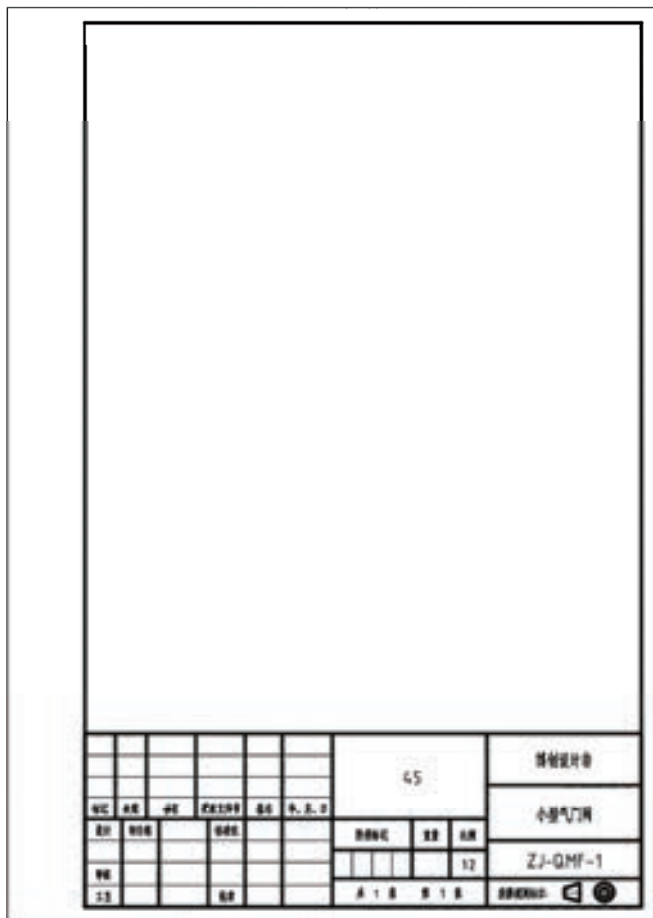

图 6-63 填写好标题栏的 A4 图框
5) 完成编辑属性(例如输入图样代号、图样名称、材料标记、制图比例等信息)后, 单击“确定”按钮, 完成的效果如图 6-63 所示。